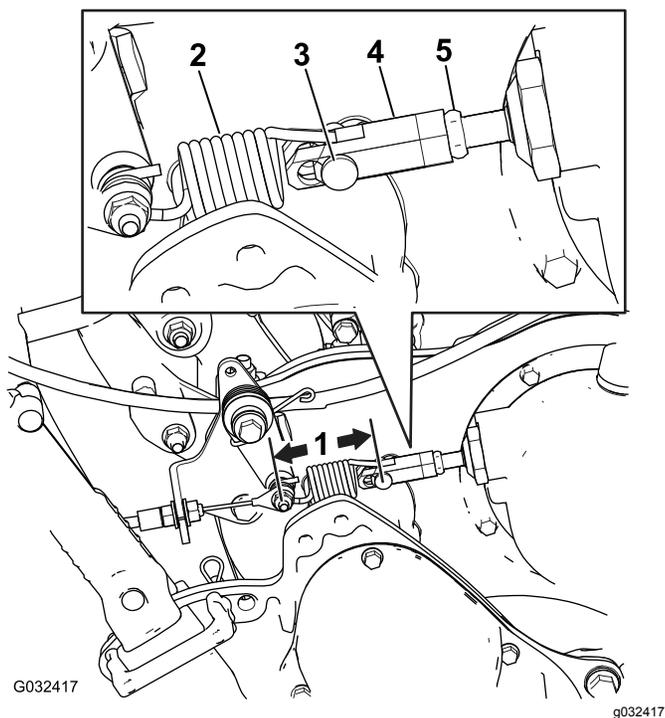

图48
2. 测量从柱销到驱动控制弹簧任一端的距离图48如果介于7.37.6cm请根据以下步骤调节离合器。